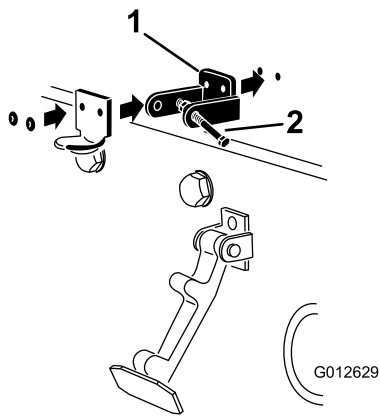

Bild 6
4. Fluchten Sie die Befestigungslöcher aus und positionieren Sie gleichzeitig die Halterung des CE-Riegels und des Motorhaubenriegels auf der Motorhaube (Bild 6).
6. Nieten Sie die Halterungen und Scheiben an die Haube (**Bild 6**).